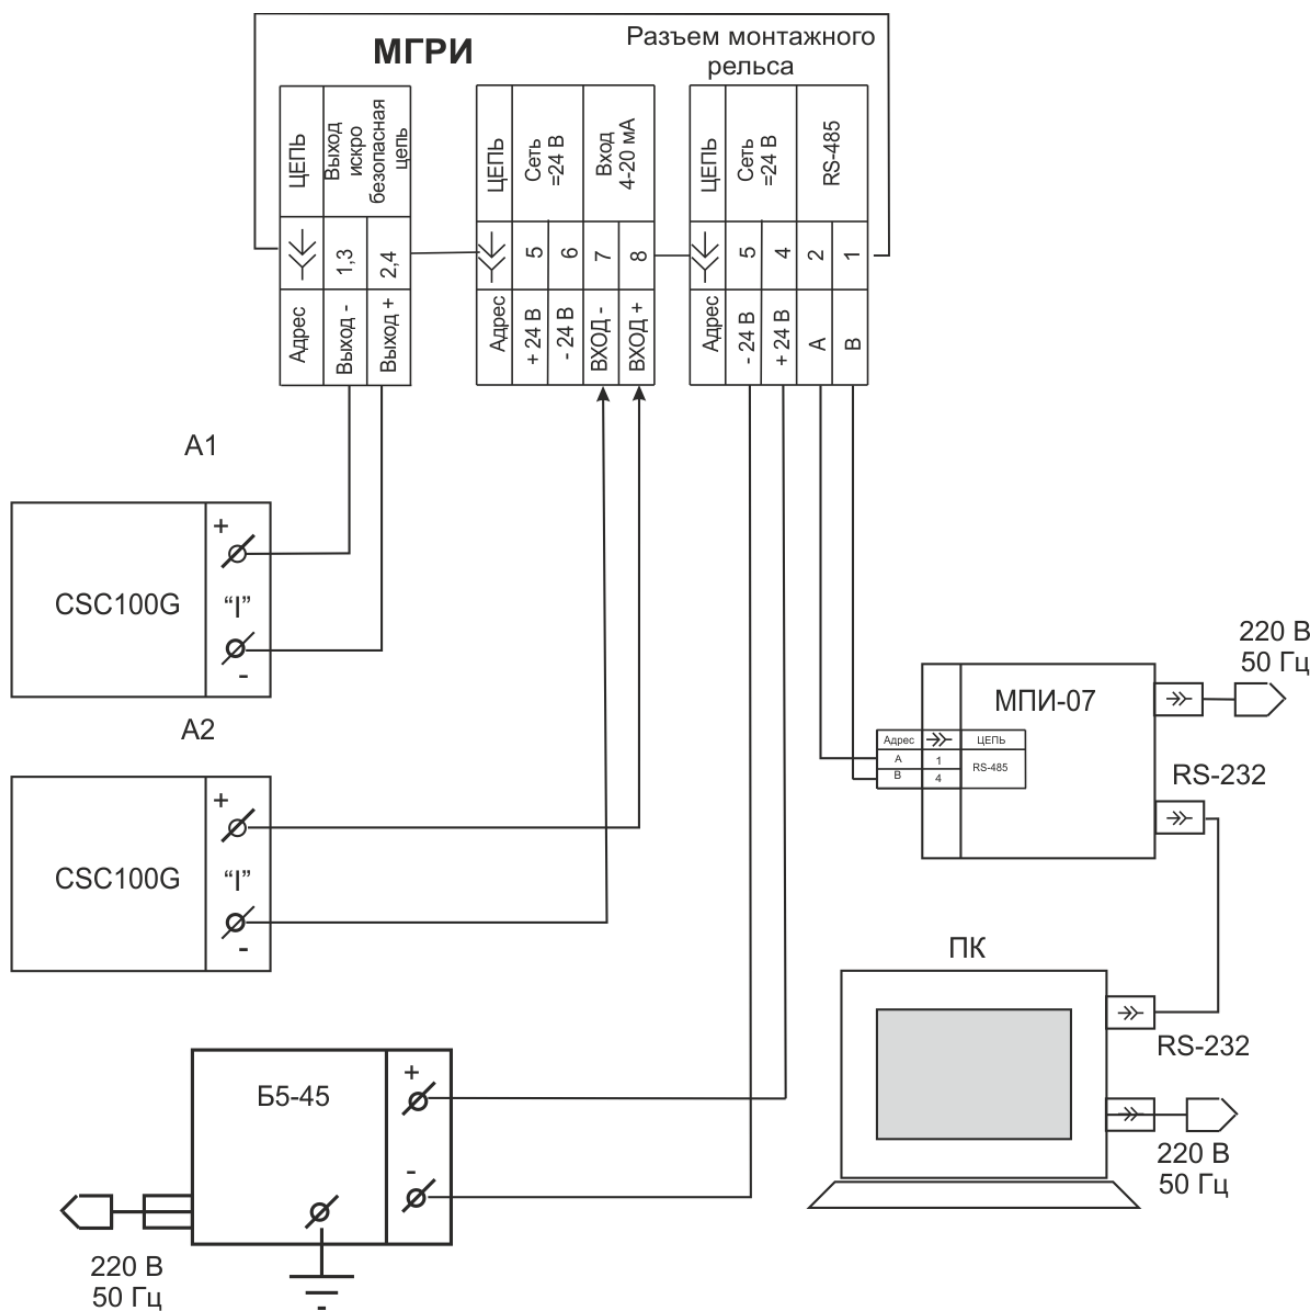

Рисунок 6.1 – Схема проверки МГРИ
6.2.1 В условиях лаборатории КИП и А собрать схему рисунок 6.1.